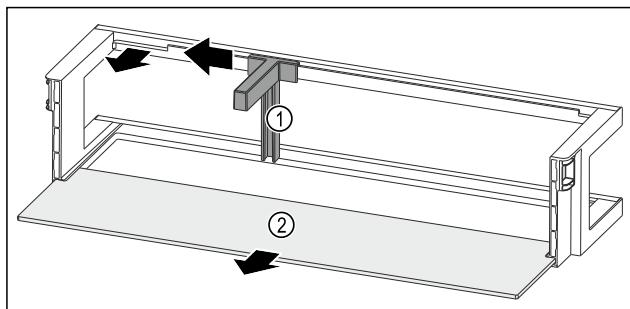

Fig. 211 Rafti i derës me mbajtëse për shishe dhe raft mbajtës
- Shtyni mbajtësen e shisheve Fig. 211 (1) anash deri te foleja.
- Hiqni mbajtësen e shisheve Fig. 211 (1).
- Hiqni raftin mbajtës Fig. 211 (2).